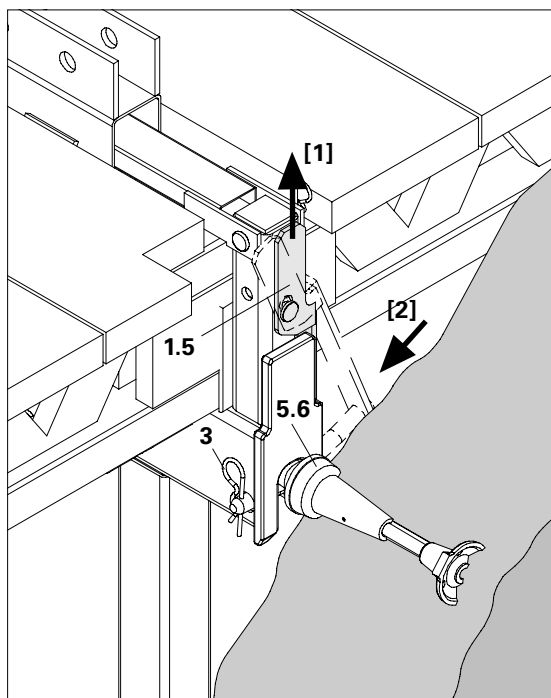

Fig. B1.23
12. Asegurar con la grupilla [3]. (Fig. B1.23)